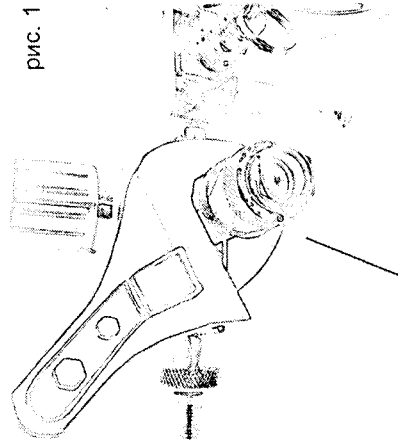

рис. 1
1. На регуляторе давления необходимо выкрутить один из быстроразъемных штуцеров типа "мама" и наружной резьбой 1/4, как показано на рис. 1.